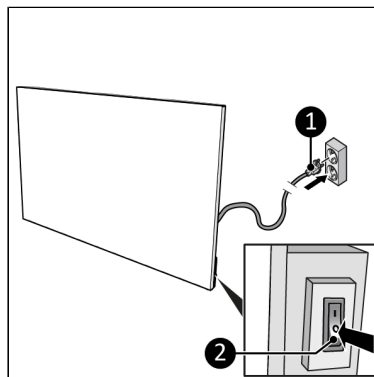

Figure 46.
2. Assurez-vous que le commutateur ON/OFF est en position OFF (Figure 46, pos. 2).
3. Insérez la fiche d'alimentation (Figure 46, pos. 1) dans une prise murale reliée à la terre et facilement accessible. Utilisez une prise murale mise à la terre d'une puissance minimale de 800 watts.